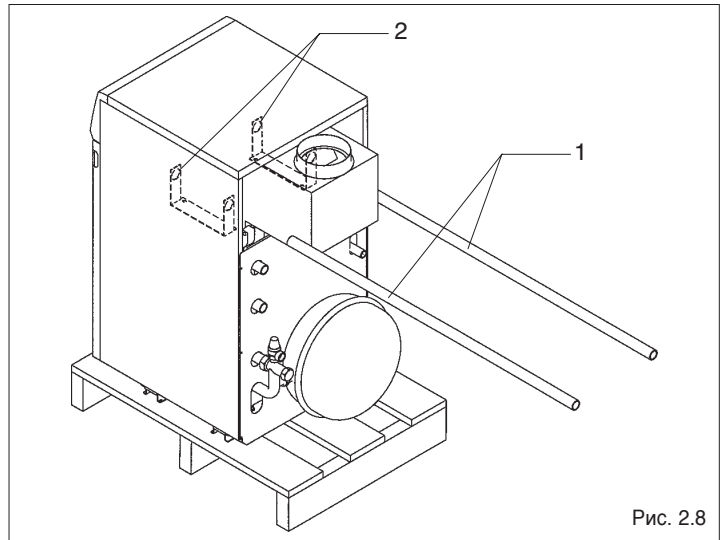

Рис. 2.8
- снимите котел с поддона, продвев две трубы 3/4" (1) в такелажные проушины (2) (Рис. 2.8).